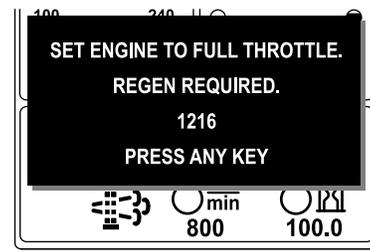

Figure 46
**Remarque:** Si la température d'échappement moteur est trop basse, l'InfoCenter affiche l'AVIS N° 1216 (Figure 46) pour vous informer de régler le moteur à plein régime (ralenti accéléré).